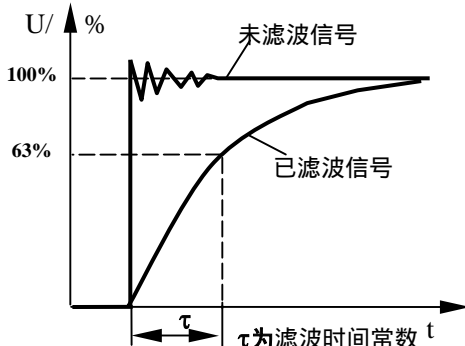

图 9-4 模拟输入 AI1 的滤波时间常数
☞ 设定 AI1 滤波时间常数。实现按图 9-4 规律对模拟输入 AI1 的信号进行滤波。
- ☞ 设定模拟输出数字滤波器的滤波时间常数。在该参数给出的时间内，信号可达到模拟输出值的 63%，参见图 9-4。